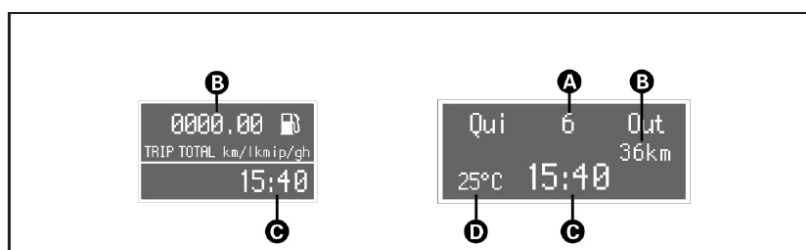

fig. 37
- Hodômetro total/parcial (B-fig. 37).
- Relógio (C-fig. 37).
- Temperatura externa (D-fig. 37).
- Data (A-fig. 37).